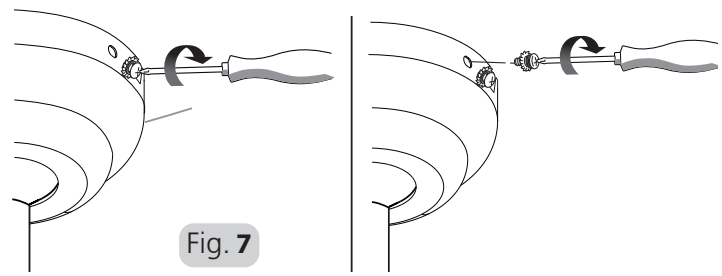

Fig. 7
4. Die beiden anderen Stellschrauben und Unterlegscheiben montieren. Ziehen Sie alle Schrauben an, vergewissern Sie sich, dass die Abdeckhaube sicher befestigt ist und dass Sie keine Kabel eingeklemmt haben. Achten Sie darauf, dass der Schlitz der Nylon-Gummirolle in den Führungsstift der oberen Haube passt. Siehe Abb. 7.
4. Insert the other two set screws and washers. Tighten all the screws, make sure that the canopy is secure and that you have not trapped any wires. Ensure that the slot of the nylon ball hanger fits into the guide pin of the upper canopy. Refer Fig 7.
4. Insérez les deux autres ensembles vis et rondelles. Serrez toutes les vis, vérifiez que le boîtier est bien fixé et que vous n'avez coincé aucun câble. Assurez-vous que l'encoche de la boule de suspension en nylon correspond à la goupille de guidage du boîtier supérieur. Voir Figure 7.
4. Inserire le altre due viti e rondelle di fissaggio. Serrare tutte le viti, quindi assicurarsi che la calotta sia sicura e di non aver intrappolato nessun cavo. Assicurarsi che la fessura del giunto sferico entri nel perno di guida della calotta superiore. Vedere fig. 7.
4. Plaats de andere twee stelschroeven en tussenringen. Draai alle schroeven vast, zorg ervoor dat de plafondkap goed vastzit en dat u geen draden hebt ingeklemd. Zorg ervoor dat de sleuf van de nylon kogelhanger in de geleidepen van het bovenste plafondkapgedeelte past. Zie Fig 7.
4. Insira os dois outros conjuntos de parafusos e anilhas. Aperte todos os parafusos, assegure-se que a cobertura está presa e que nenhum fio ficou entalado. Assegure-se que a ranhura no suporte de suspensão em nylon encaixa no pino guia da cobertura superior. Consulte Fig 7.
4. Вставьте два других установочных винта с шайбами. Затяните все винты и убедитесь, что колпак закреплен, а провода не запутались. Убедитесь, что отверстие нейлонового подвесного шарика входит в направляющий штифт верхнего колпака. См. рис. 7.
- Założyć dwie pozostałe śruby ustalające wraz z podkładkami. Dokręcić wszystkie śruby, upewniając się, że osłona jest zabezpieczona i żaden z przewodów nie został zakleszczony. Upewnić się, że gniazdo nylonowego wieszaka elementu kulistego pasuje do kołka prowadzącego górnej osłony. Patrz rys. 7.